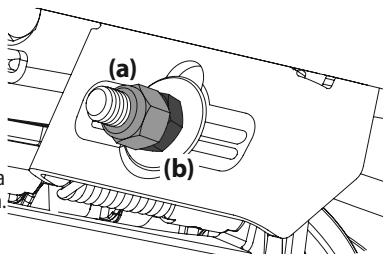

Figura 36
5. Para elevar el frente de la plataforma, extraiga la tapa de extremo, afloje la contratuerca exterior (a) y apriete (rosca hacia adentro) la tuerca interior (b) contra la ménnsula de suspensión delantera. Consulte la Figura 36. Una vez alcanzado el ajuste adecuado, vuelva a ajustar la contratuerca exterior (a) y vuelva a colocar la tapa de extremo.
6. Para bajar el frente de la plataforma, extraiga la tapa de extremo, afloje la contratuerca exterior (a) y afloje (rosca hacia afuera) la tuerca interior (b) alejándola de la ménnsula de suspensión delantera. Consulte la Figura 36. Cuando se logre el ajuste correcto, vuelva a apretar la contratuerca exterior (a) hasta 57 pies-libras. (77.3 N-m) y vuelva a colocar la tapa de extremo.